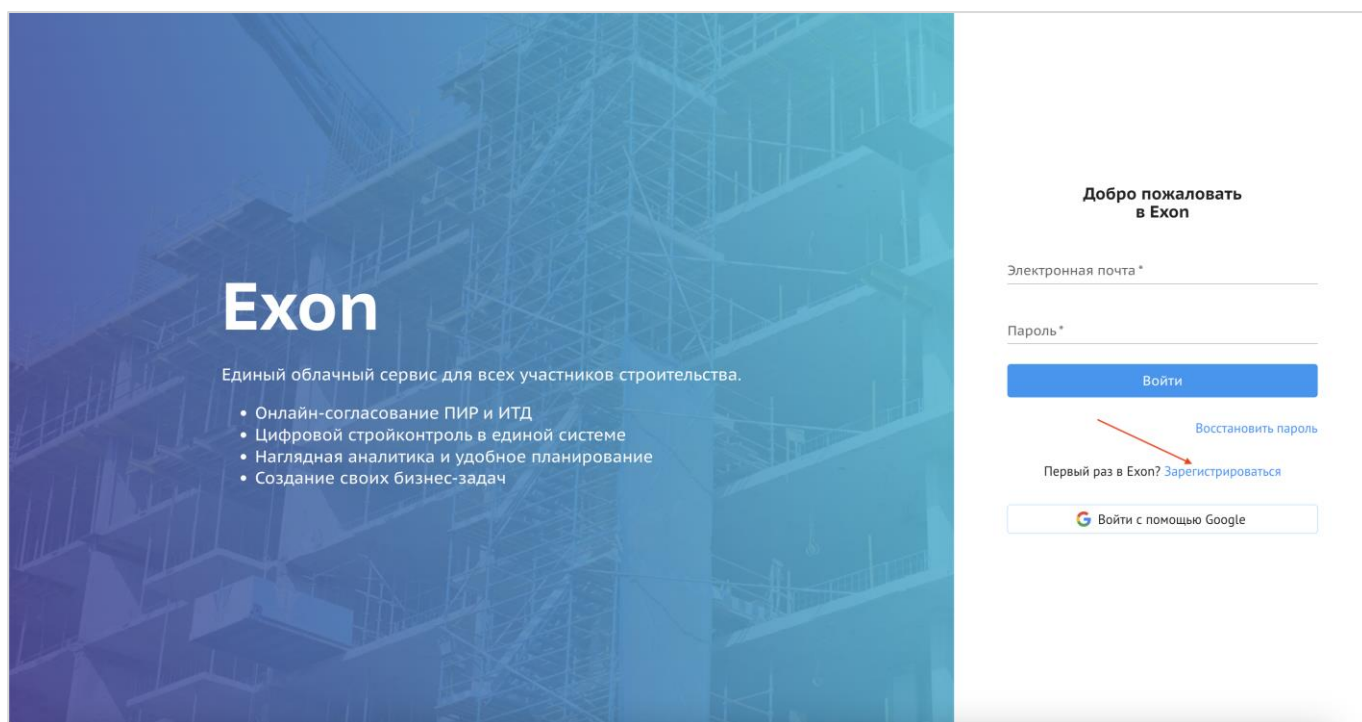

Рис. 1 – Регистрация в системе
2. Нажать на кнопку «Зарегистрироваться» в области регистрации в правой части экрана (рис. 1);